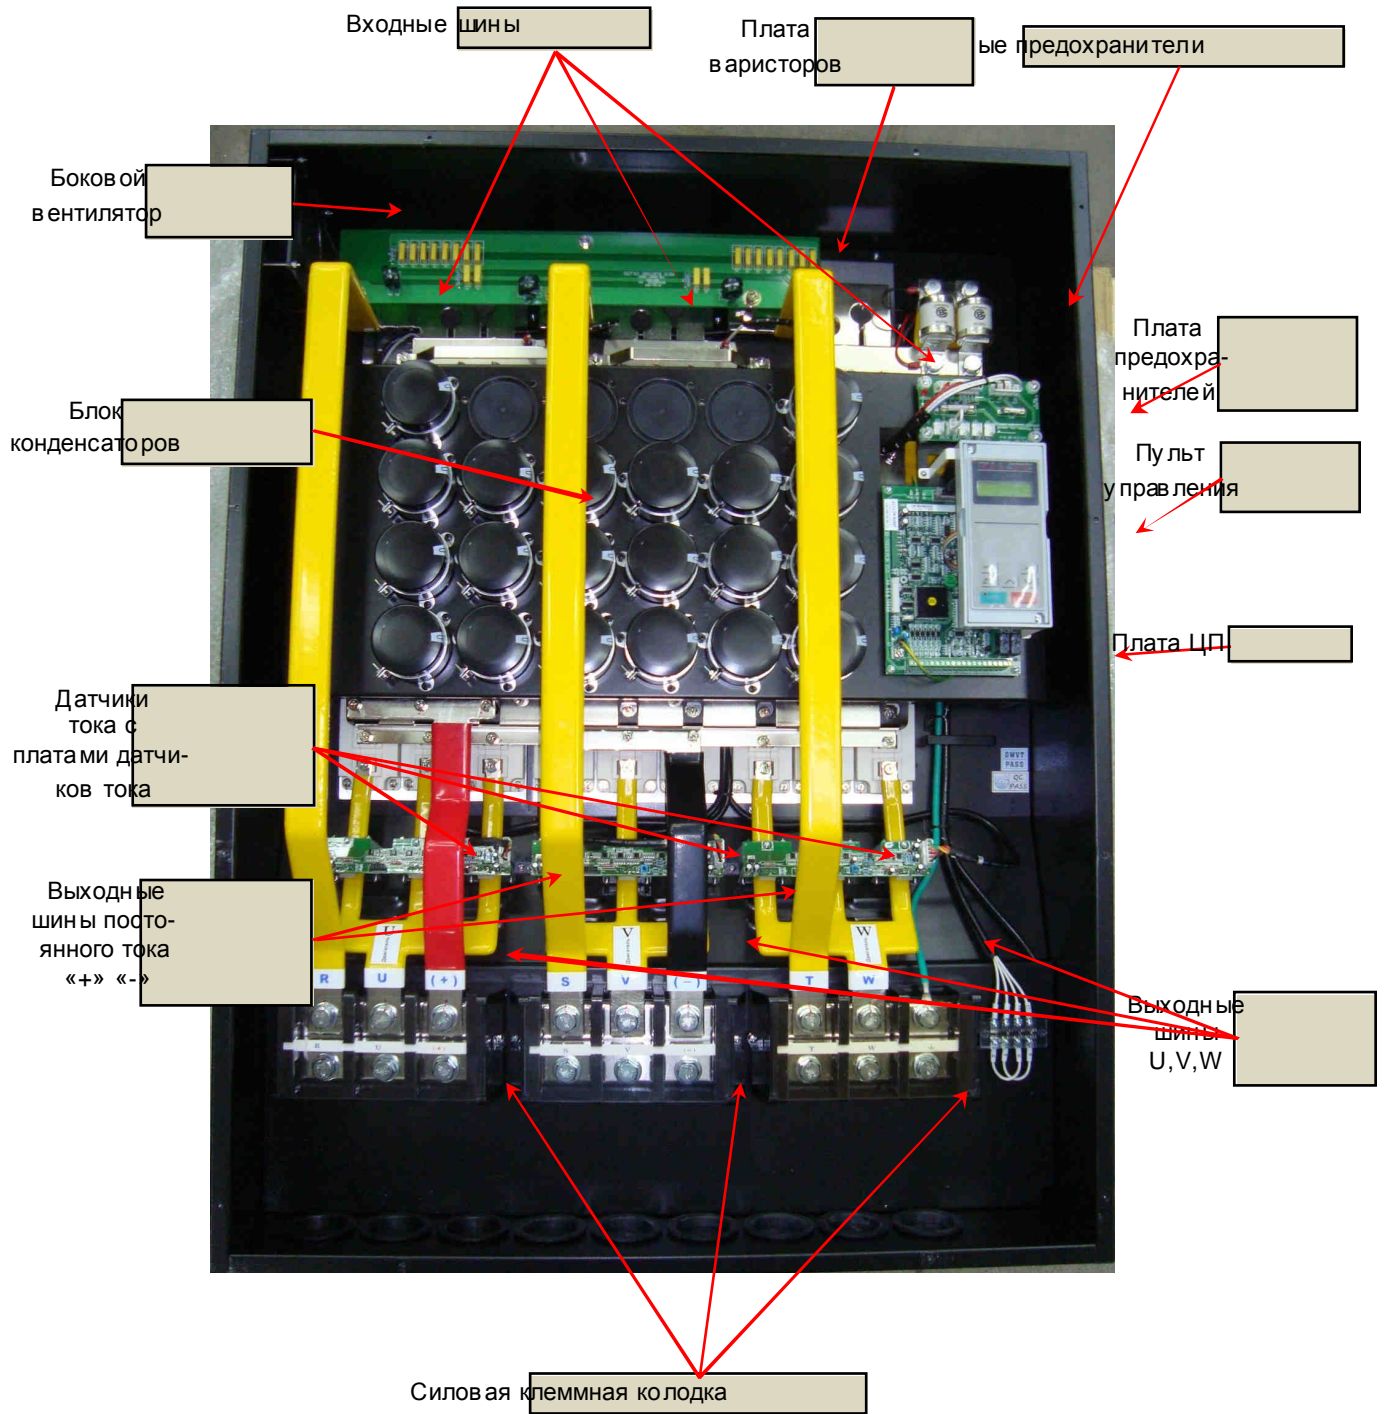

Рис. 4.3.
4.5.1. Общий вид преобразователей частоты EI-701 1-250Н, -300Н со снятой верхней крышкой и расположением элементов внутри ПЧ представлены на рис. 4.3.